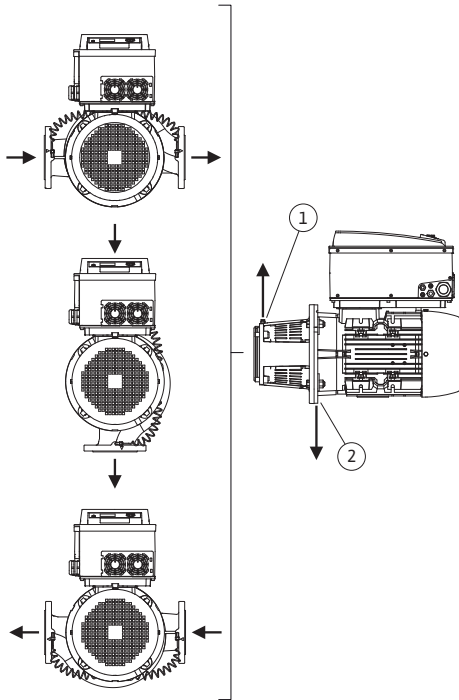

Fig. 14: Tilladte installationspositioner med horisontal motoraksel
De tilladte installationspositioner med vandret motoraksel og elektronikmodul, der vender opad (0°), er vist i Fig. 14.
Udluftningen af pumpen er optimalt sikret, hvis ventilationsventilen vender opad (Fig. 14, pos. 1).
Bortled dannet kondensat målrettet via eksisterende borer, pumpeanterne samt motor (Fig. 14, pos. 2).